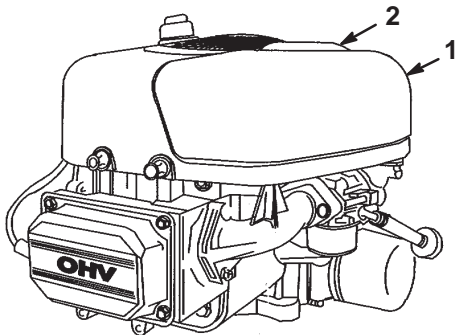

Bild 21
7. Ziehen Sie den Griff an der Luftfilterabdeckung hoch und drehen Sie ihn in Richtung des Motors (Bild 21).